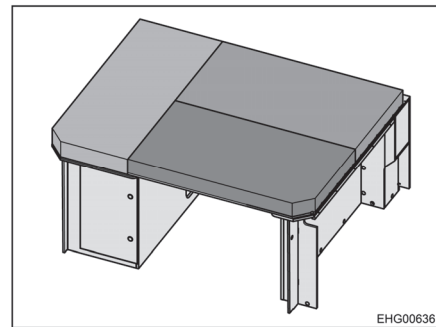

Bild 40 Bakre säng (ombyggd för sänggående)
- Lägg ut dynorna enligt Bild 40 på sängytan.